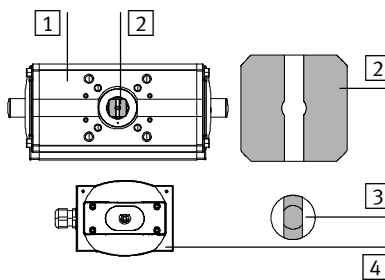

Fig. 9
5. Ajustez l'arbre du boîtier capteur à l'aide d'un outil adapté ou d'un accouplement de façon à ce que l'arbre du boîtier capteur, l'accouplement et l'arbre du vérin oscillant s'emboîtent de la façon souhaitée (exemple, voir Fig. 9).